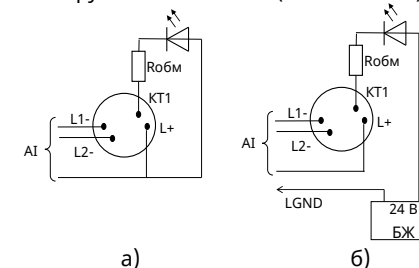

Рисунок 3 – Підключення ВПОС або світлодіода
4.2 Якщо за проектом використовують ВПОС з живленням від АІ, то його мінусовий контакт з'єднують з гвинтовою клемою з маркуванням «2» (КТ1), а плюсовий – гвинтовою клемою з маркуванням «1» (L+) (рис.3а, наявність Rобм залежить від типу ВПОС і його робочого струму). Замість ВПОС допускається підключення
Якщо живлення пристроїв виносної індикації передбачають від зовнішнього БЖ, СПКА підключають згідно рис. 3б. Мінусовий дріт від БЖ підключають до клеми «LGND» ППКП. Вихідна напруга БЖ повинна бути не більше 30 В і повинна забезпечувати робочий струм ВПОС.